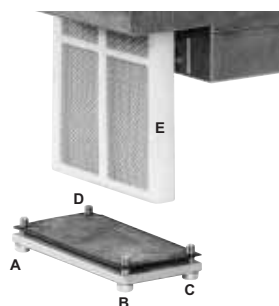

Fig. 28
- 2 Indepartati suruburile 1 ÷ 6 (Fig. 28).